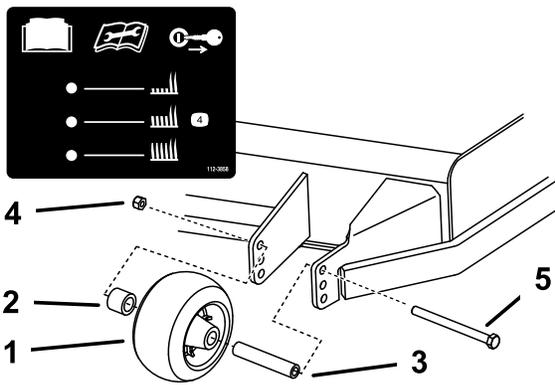

Figure 30
- Réglez les galets anti-scalp comme montré à la Figure 30.